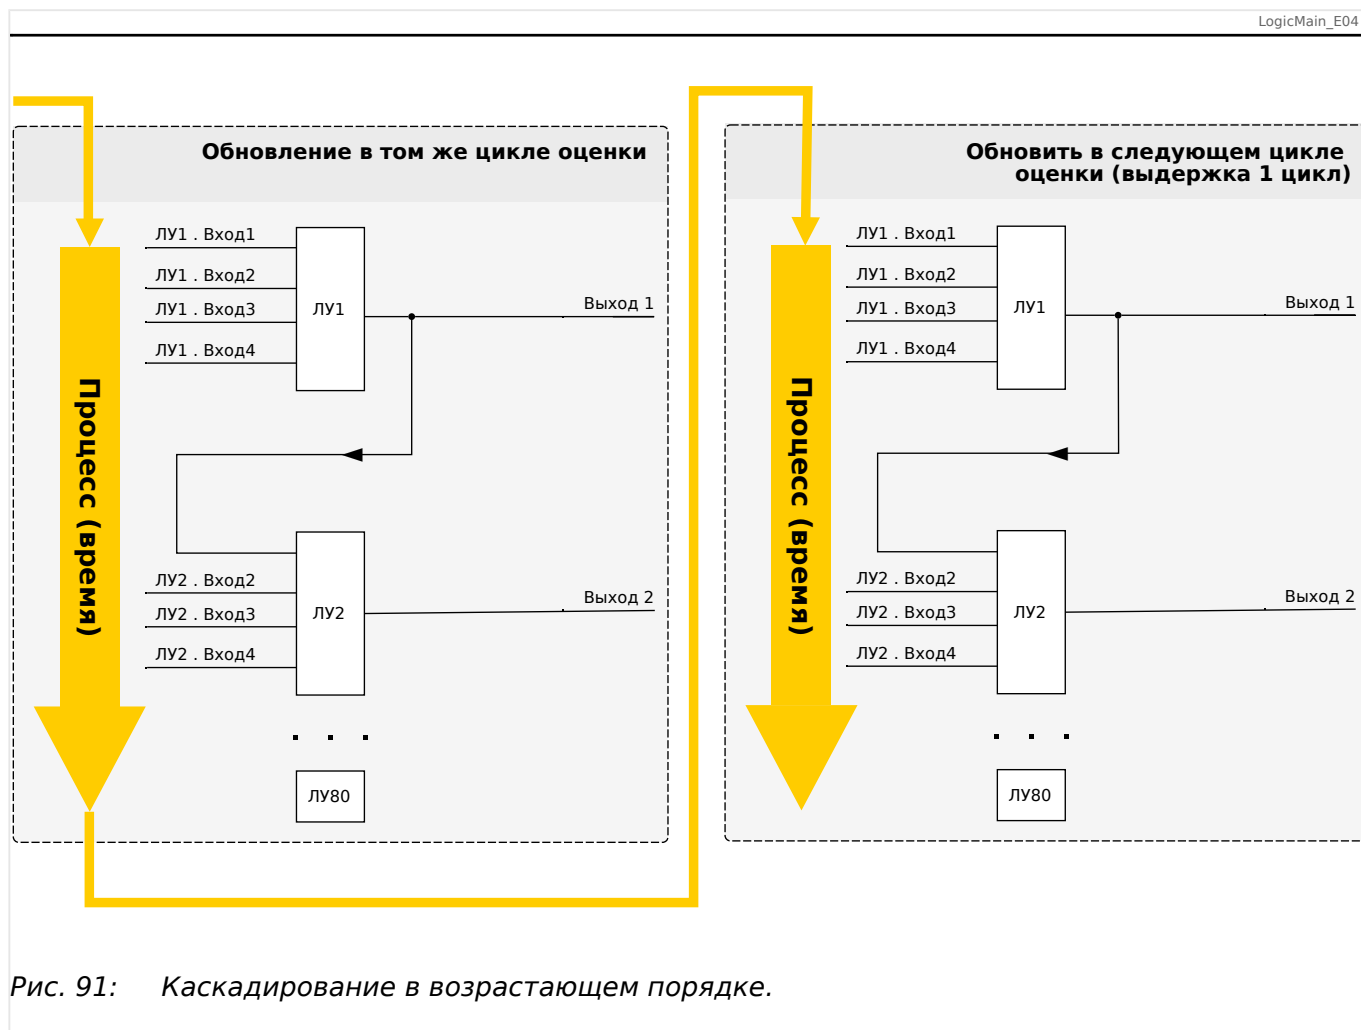
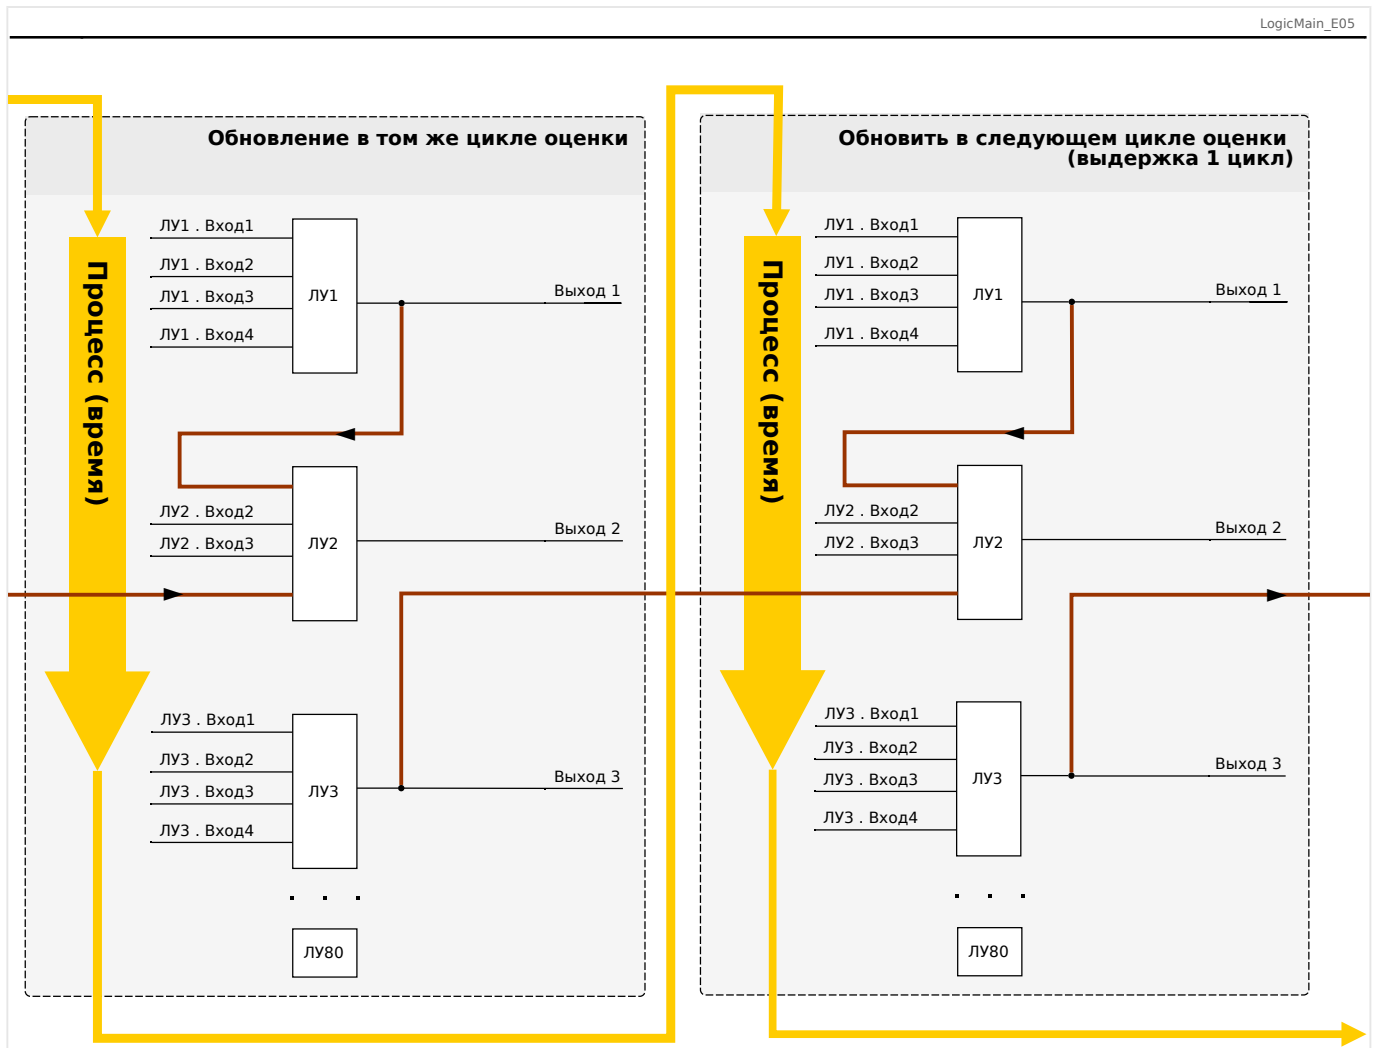

Рис. 91: Каскадирование в возрастающем порядке.
Рис. 92: Каскадирование в возрастающем порядке.
- **Возрастающий** порядок означает, что некий выходной сигнал поступает на вход одного из логических уравнений с **более высоким** номером. На приведенном ниже графике  Рис. 91 приводится пример, когда результат логического уравнения ЛУ1 используется в качестве входного сигнала для логического уравнения ЛУ2.
- **Нисходящая** последовательность означает, что некий выходной сигнал поступает на вход одного из логических уравнений с **меньшим** номером. На графике  Рис. 92 приводится пример, когда результат логического уравнения ЛУ3 используется в качестве входного сигнала для логического уравнения ЛУ2.
И возрастающий, и убывающий порядки можно не только использовать, но и комбинировать, при этом разница будет заметна не сразу. Однако, как показано в разделах  Рис. 91 и  Рис. 92 ниже, благодаря определению состояний всех уравнений в возрастающем порядке фактические рабочие значения, поступающие на вход любого из них, будут иной степени зрелости.
В представленном выше примере  Рис. 92 для «логического уравнения 2» используются состояния выходов двух других уравнений — «логического уравнения 1» и «логического уравнения 3». Результат «логического уравнения 1» используется в возрастающем порядке и, следовательно, определен в ходе того же рабочего цикла. Результат «логического уравнения 3» используется в убывающем порядке и, следовательно, определен в ходе предыдущего рабочего цикла.